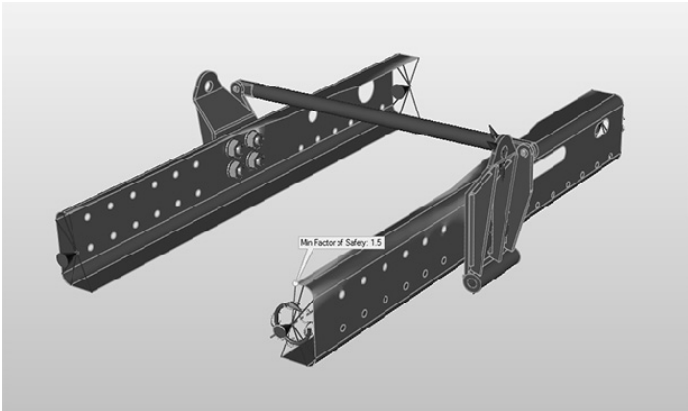

图 16-5
1) 单击分析探索器中数据明细下面的  图标，将在最小安全系数的位置上添加数据明细，如图 16-5 所示。